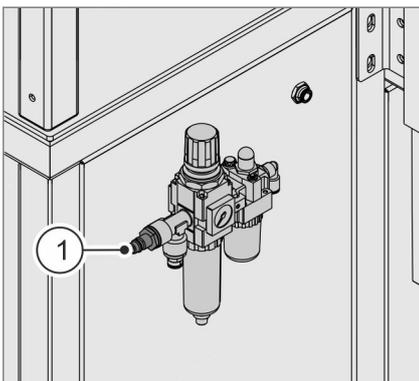

Abb. 28 Druckluftanschluss
Der Anschluss an die betreiberseitige Druckluftversorgung erfolgt mit Hilfe eines am Kupplungsstecker **Abb. 28** / ① der Wartungseinheit installierten Schlauchs an der Seite der Abfüllstation.